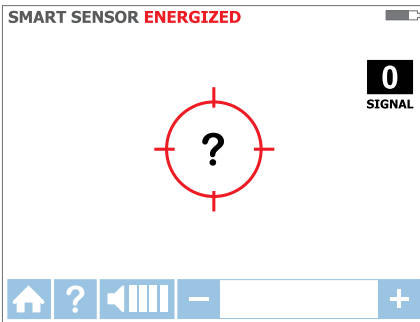

Abbildung 3.1c
3. Halten Sie den Empfänger so, dass der SMART-SENSOR an der Rückseite des Gerätes auf den Zielbereich zeigt. Wenn ein „?“ in einem roten Fadenkreuz blinkt, wurde kein Signal erkannt. Bringen Sie den SMART-SENSOR näher an den Zielbereich, bis das Signal erkannt wird und Sie einen Richtungspfeil sehen. Falls kein Signal erkannt werden sollte, erhöhen Sie die Empfindlichkeit mit der „+“-Taste am Empfänger. (siehe Abbildung 3.1c)*